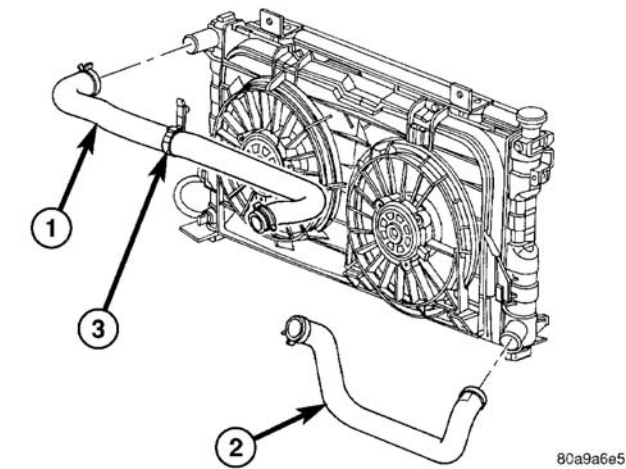
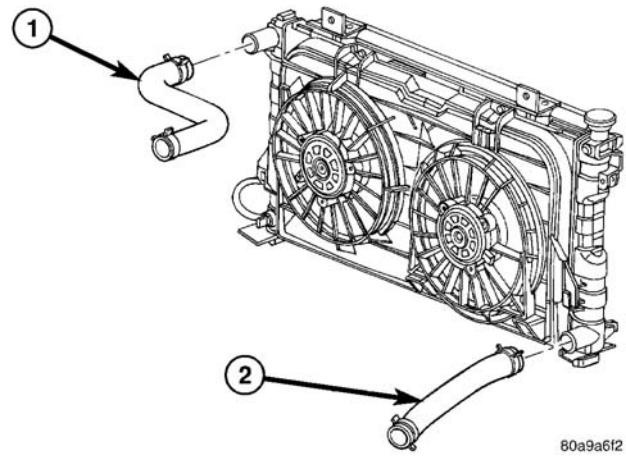

图 13 接至散热器的散热器软管—2.4L
图 14 接至散热器的散热器软管—3.3/3.8L
- （7）断开散热器上下软管（图 13）或（图 14）。
- （3）安装散热器上下软管（图 13）或（图 14）。